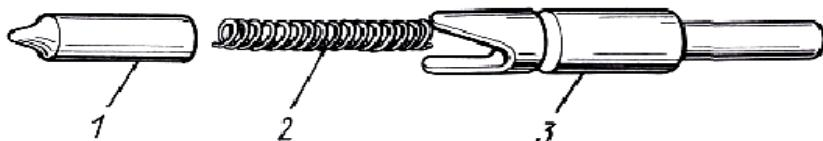

Рис. 95. Сверло для высверливания кольцевых отверстий при снятии межэлементных перемычек:
Сильно поврежденная перемычка должна быть заменена новой, для чего специальным сверлом (рис. 95) высверливают кольцевые отверстия вокруг выводных штырей и снимают перемычку.
- разрезать межэлементные перемычки с помощью ножовки или выверлить кольцо в месте соединения перемычки с выводным штырем специальным сверлом (см. рис. 95);